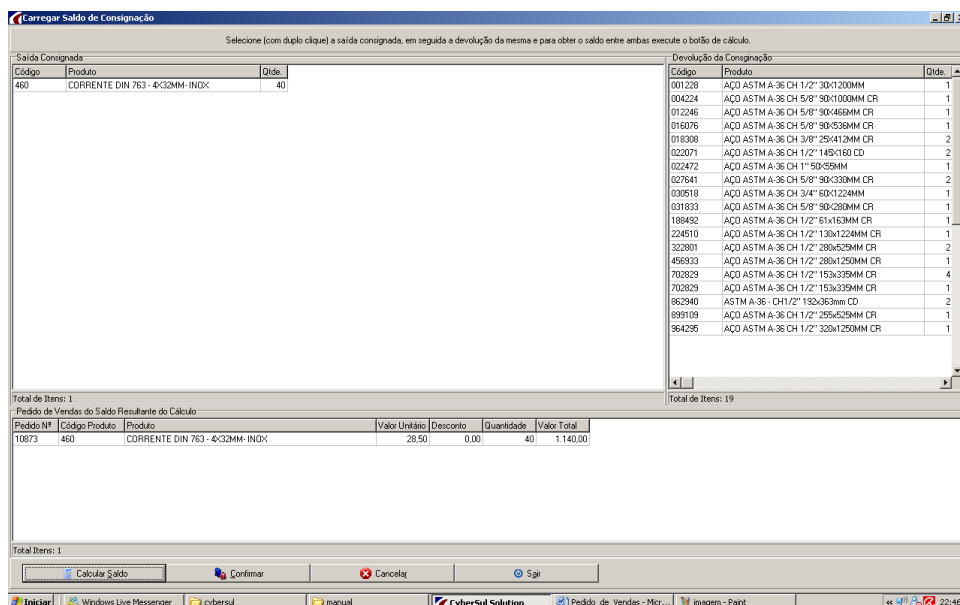

Figura 11
- Opção Consig.: Importa os itens de uma saída por consignação, na figura 11 temos que clicar duas vezes na parte onde diz saída consignada, irás abrir a tela de pesquisa de saída de mercadoria, duplo clique carrega os itens para a tela, após na parte devolução consignada seleciona a nota de entrada da mesma consignação, ao clicares em calcular saldo o sistema faz o calculo do saldo entre a entrada e saída do item consignado, após deverá clicar no botão confirmar para criar o pedido de vendas.